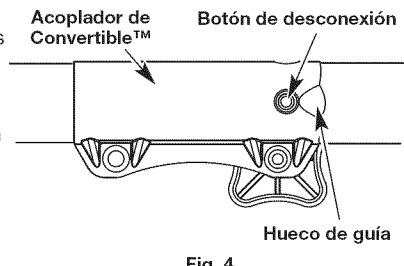

Fig. 4
3. Mientras sostiene la caja del eje superior con firmeza, hale en línea recta y hacia afuera la cubierta inferior del eje del acoplador Convertible™ (Fig. 4).
NOTA: Alinear el botón de desconexión con el agujero de guía facilitará la instalación (Fig. 4).